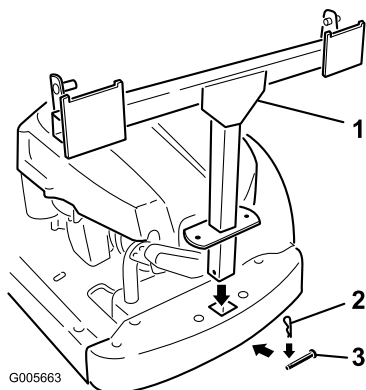

Figura 4
2. Fissate il telaio del sistema di raccolta con un perno con testa (5/16 x 2-1/4 poll.) e una coppia (Figura 4).
3. Montate due aste, una su ciascun lato del telaio del sistema di raccolta. Individuate la staffa scanalata a corredo tra la ruota motrice posteriore ed il telaio. Inserite l'estremità svasata dell'asta nell'apertura della scanalatura e spingetela indietro (Figura 4).
4. Inserite le estremità curve dell'asta nel telaio del sistema di raccolta, come illustrato nella Figura 4. Fissate entrambe le estremità delle aste con le coppie.